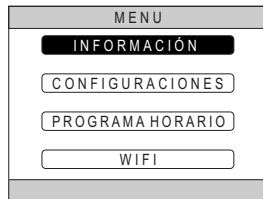

fig. 15
2. Pulse la tecla . Se visualizará el menú de la "fig. 15"